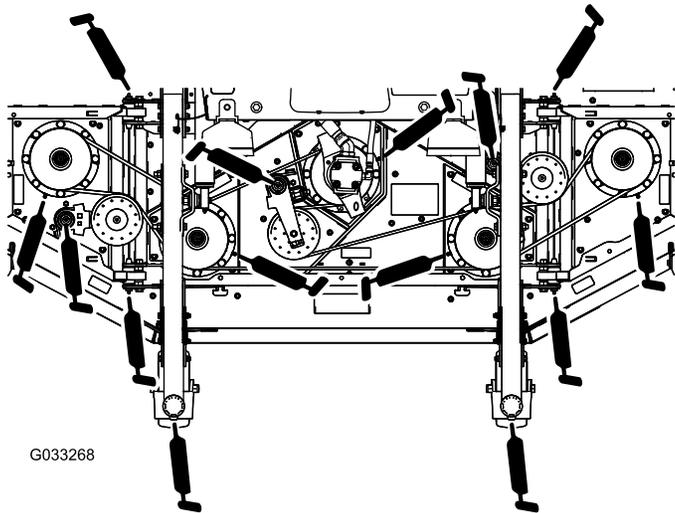

Figure 80
- 2 bagues d'axe de chape de roue pivotante (Figure 80)
- 5 paliers d'axes de pivot (sur le logement d'axe), comme montré à la Figure 80
- 3 bagues de pivot de bras de tension (sur l'axe de pivot de poulie de tension), comme montré à la Figure 80
- 4 bagues de plateaux d'extrémité (sur les axes de pivot des plateaux d'extrémité), comme montré à la Figure 80